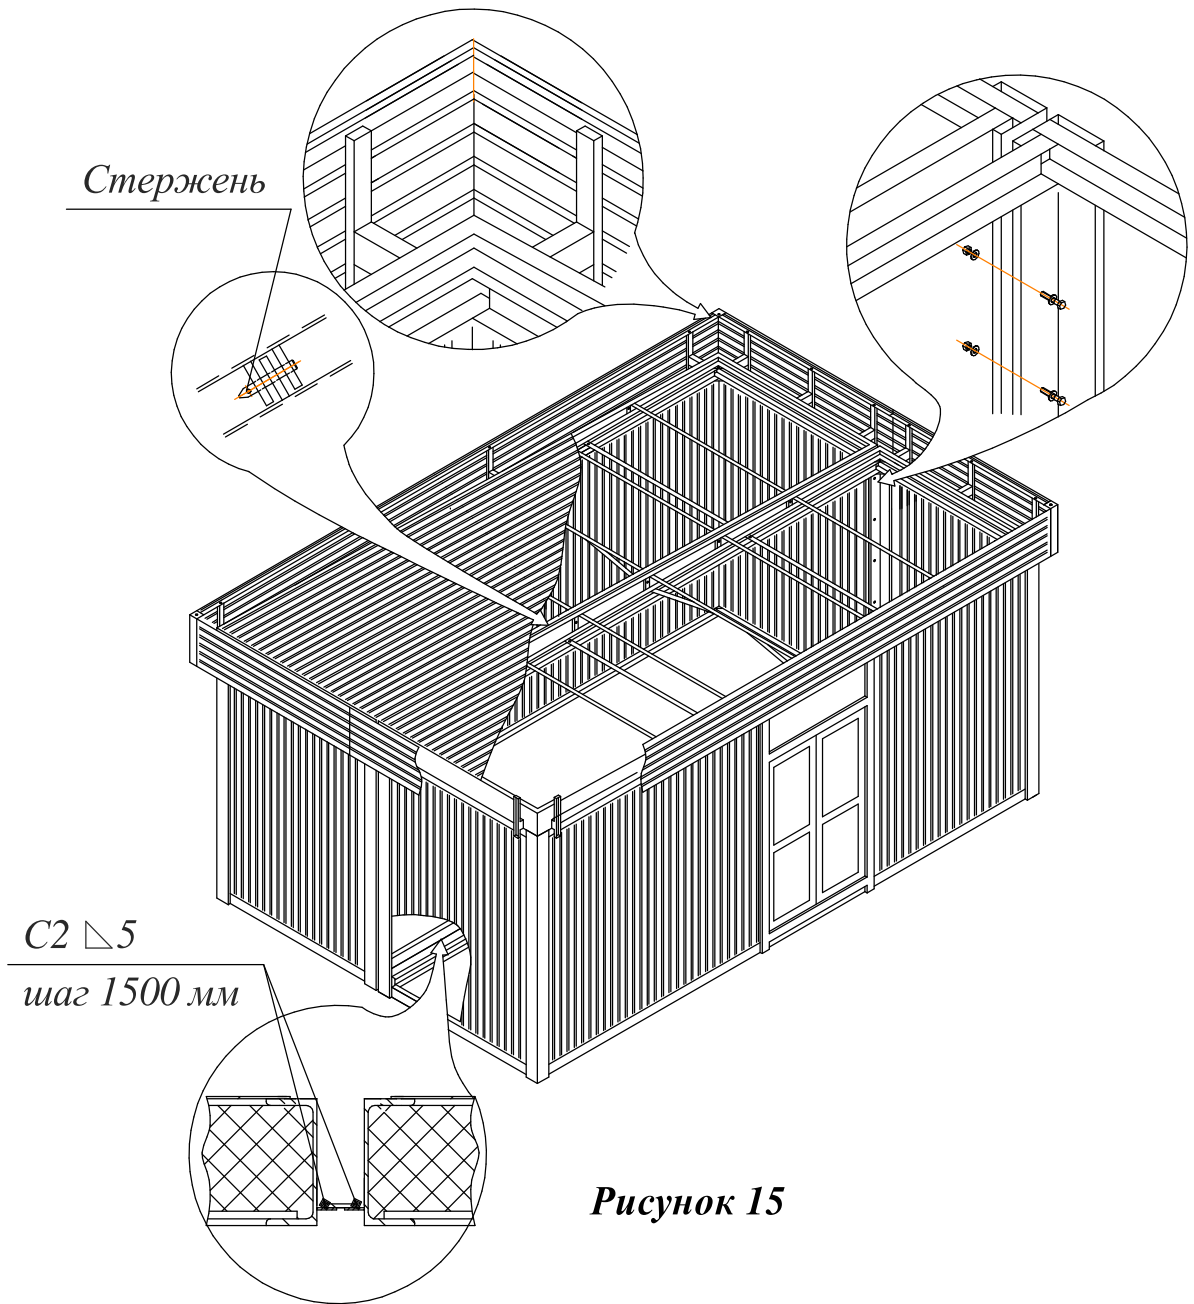
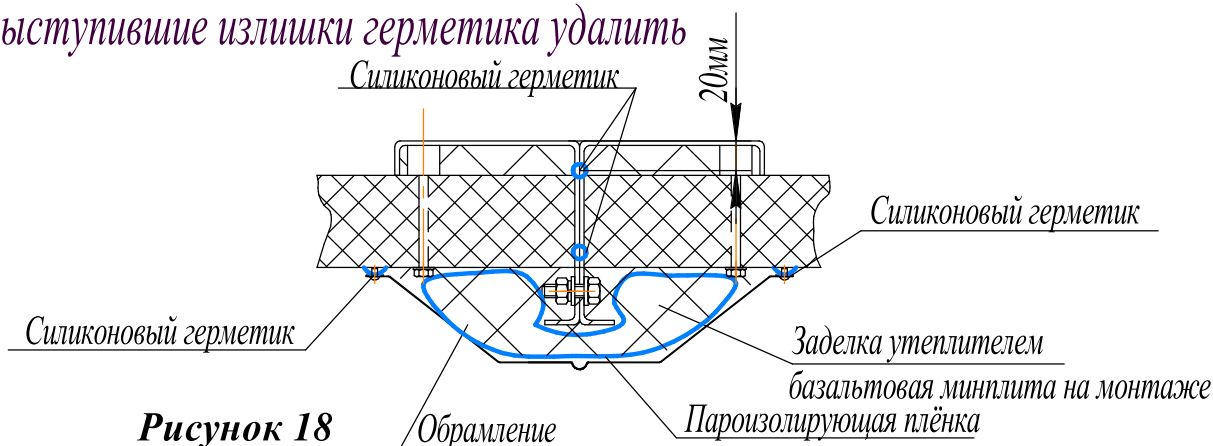

Рисунок 15
Рисунок 18
3.5.1 Состыковать блоки по угловым стойкам, закрепив их болтами М12х35. Стыковка блоков по верхним рамам стержнями, по нижним рамам на сварке через стыковочные пластины. Перед стыковкой блоков на стойки нанести силиконовый герметик сплошными жгутами. (см. рисунок 18) После стыковки блоков выступающие излишки герметика удалить. После демонтажа транспортного положения при затруднении стыковки блоков стержнями 5ГК.174.045 по пластинам потолков (см. рисунок 15) рекомендуется произвести выравнивание диагоналей при помощи стяжных ремней. (стяжные ремни в комплект поставки не входят)